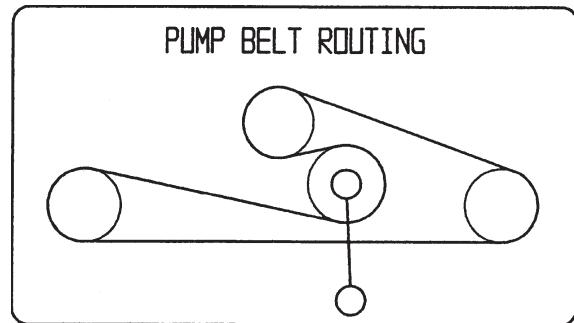

Bild 60
1. Ziehen Sie die unter Federdruck stehende Spannscheibe nach unten und entfernen den Fahrantreibsriemen vom Motor und die Riemscheiben der hydraulischen Pumpe (Bild 60) vom Motor. Nehmen Sie den Riemen zwischen den Spannscheiben heraus.
2. Legen Sie einen neuen Riemen um die Motor- und Hydraulikpumpenscheiben (Bild 60).
3. Schieben Sie die unter Federdruck stehende Spannscheibe nach unten und fluchten Sie dieser unter dem Fahrantreibsriemen aus. Geben Sie den Druck auf den federgespannten Spannarm nach (Bild 60).